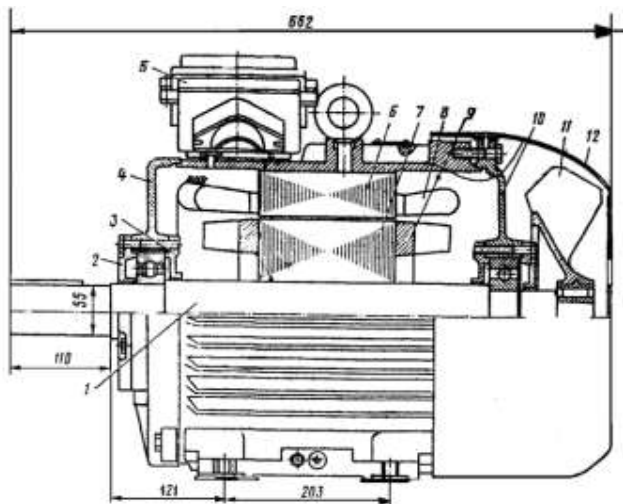

Рис. 1. Общий вид асинхронного двигателя с высотой оси вращения  $h = 180$  мм; степень защиты IP44; способ охлаждения IC0141.
6. Назовите элемент 1, изображённый на рис. 1